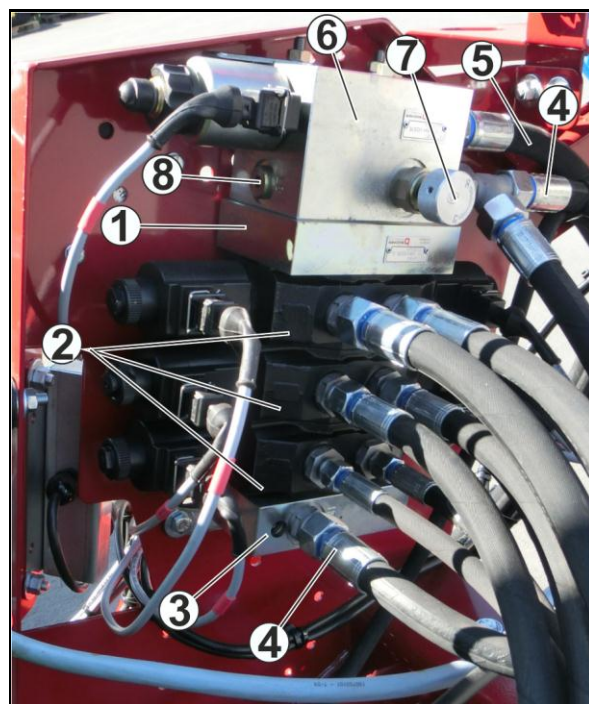

Bild 69
1. Skruva fast Load Sensing styrledningen (2) i anslutningsöppningen (Bild 69/8) till det elektro-hydrauliska styrblocket.
- 2.1 skruva in Load Sensing-skraven (Bild 69/7) ända till anslaget.
3. Anslut Load Sensing-styrledningen (2) till traktorns Load Sensing-anslutning.
4. Koppla till den hydrauliska anslutningen "Returflöde" (4) till ett ledigt returflöde på traktorn.
5. Koppla till den hydrauliska anslutningen "Tilloop" (5) direkt till traktorns hydrauliska pump.